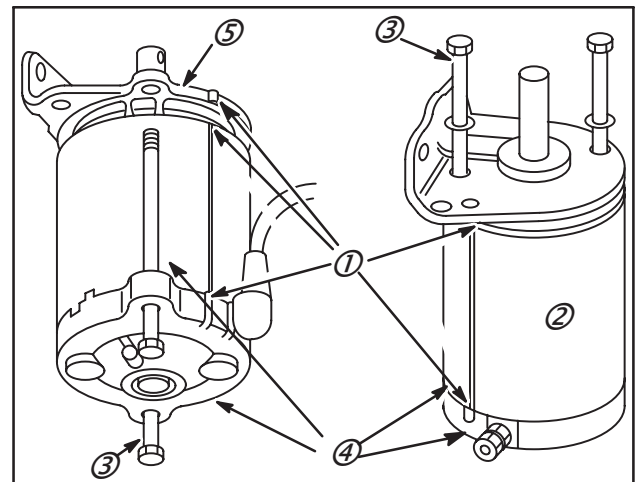

Fig. 76
1. Marquer le couvercle d'entraîneur au niveau du raccord de boîtier. Déposer les vis longues (3), en notant la position des vis et des repères (1) en vue du remontage. Maintenir le boîtier et le couvercle (4) Fig. 76.
2. L'entraîneur (5) peut alors être déposé. Vérifier si les paliers ne sont pas usés. Si c'est le cas, remplacer l'entraîneur complet.
2. Faire correspondre les repères d'alignement, Fig. 76.